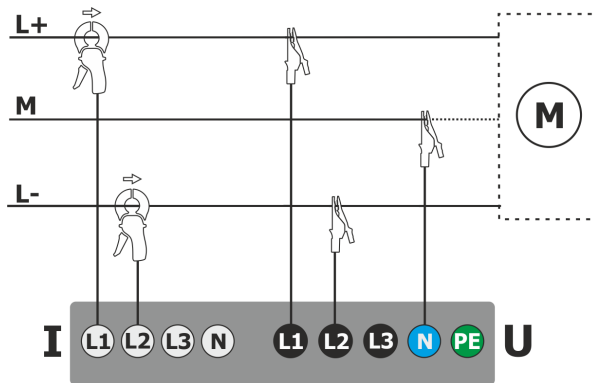

Fig. 59. Esquema de conexión - sistema de DC+M (bipolar).
- DC+M – sistema de dos tensiones con potencial central (Fig. 59)